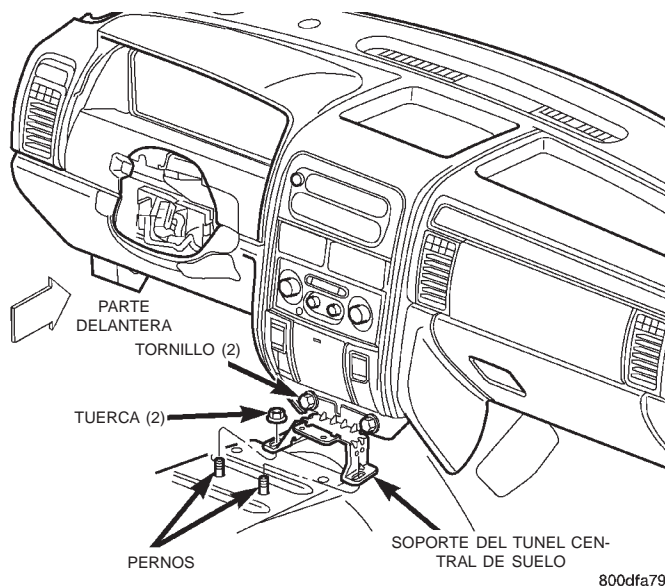

Fig. 19 Desmontaje e instalación del tablero de instrumentos al soporte del túnel central de suelo
(1) Desconecte y aisle el cable negativo de la batería.
(2) Retire el anaquel delantero de la consola del suelo. Para informarse sobre los procedimientos, consulte **Consola del suelo** en la sección Desmontaje e instalación del grupo 23 - Carrocería.
(3) A través de la abertura del anaquel delantero de la consola del suelo acceda y desenganche los retenes del mazo de cables del tablero de instrumentos del orificio de instalación del tablero de instrumentos del lado del conductor al soporte del túnel central del suelo.
(4) Retire los dos tornillos que fijan el tablero de instrumentos al soporte del túnel central de suelo (Fig. 19).